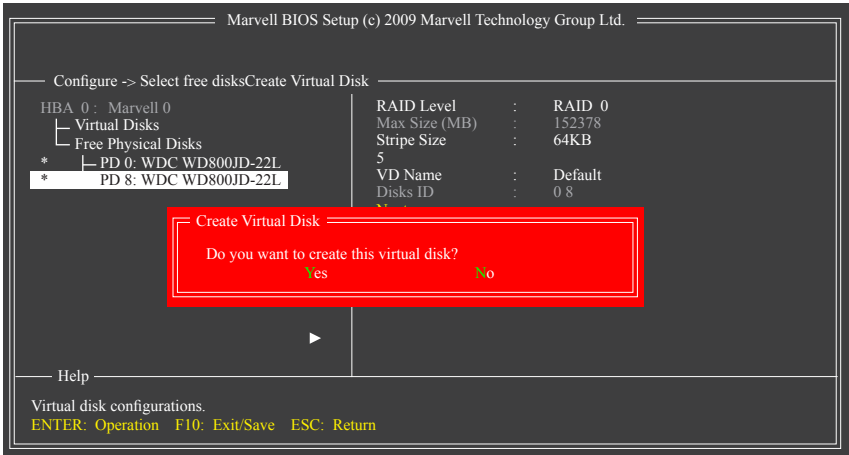

图5
6. Next: 完成以上设定请至“Next”项目，按<Enter>键，确认建立磁盘阵列。当确认讯息出现时，确定制作磁盘阵列请按<Y>，取消请按<N>(图5)。